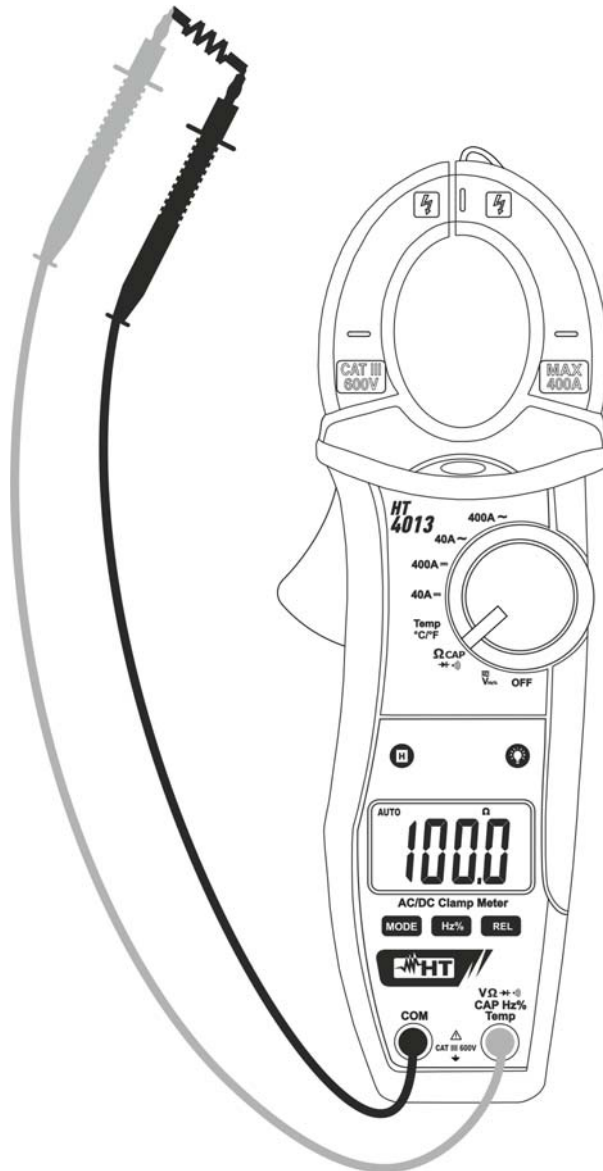

Abb. 6: Verwendung der Zange für Widerstandsmessung
3. Stellen Sie die Messleitungen in die gewünschten Punkte des zu messenden Kreises (siehe Abb. 6). Der Widerstandswert erscheint auf dem Display.